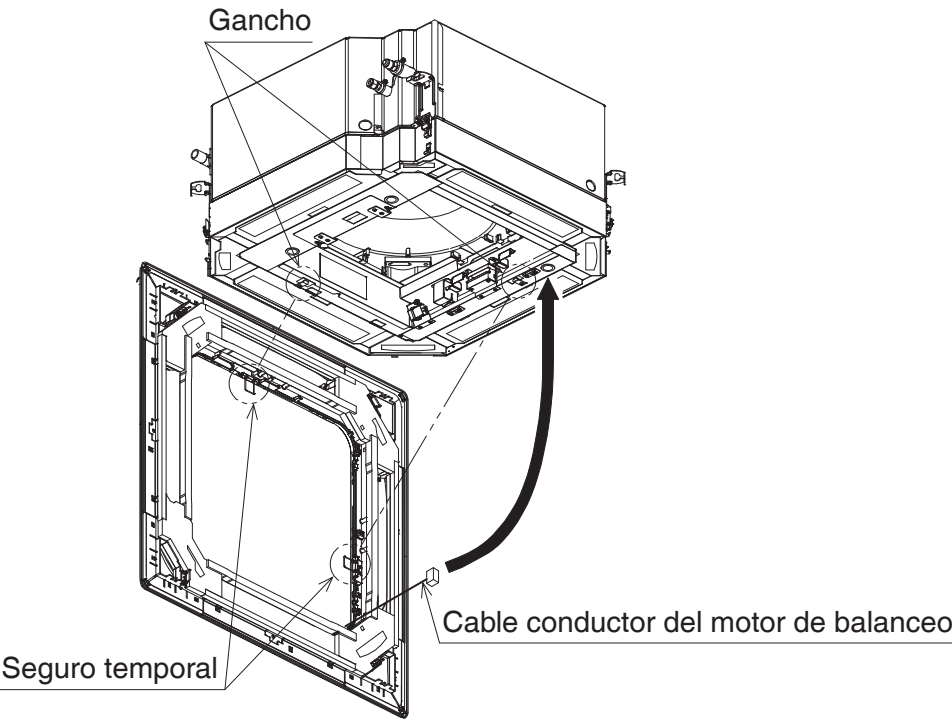

Figura 15
1. Coloque el panel decorativo después de enganchar los seguros temporales del panel decorativo a los ganchos del purificador de aire streamer UV. (Consulte la **Figura 15**).